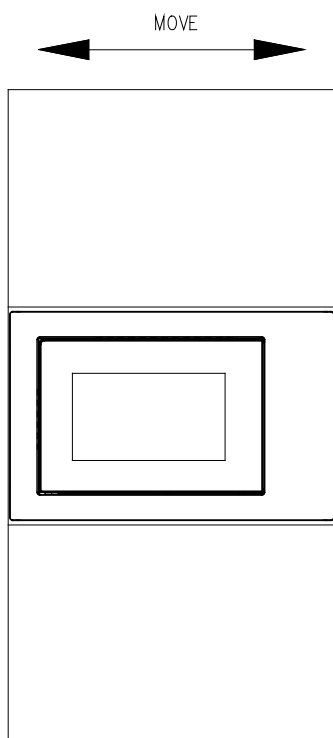

Fig.3
- b) Spostare il prodotto parallelamente all'interno del mobile della cucina seguendo la direzione della freccia indicata nella figura e mantenerlo centrato. (Fig. 3)